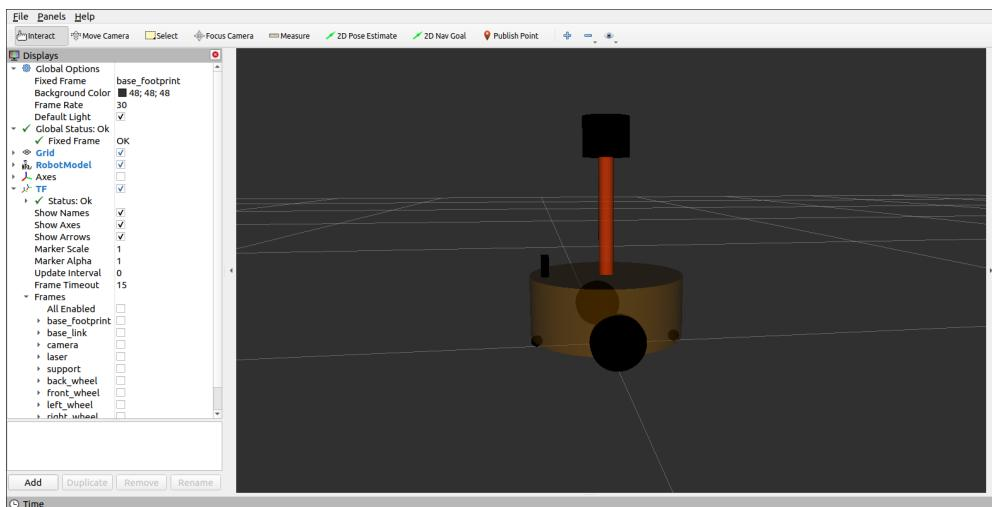
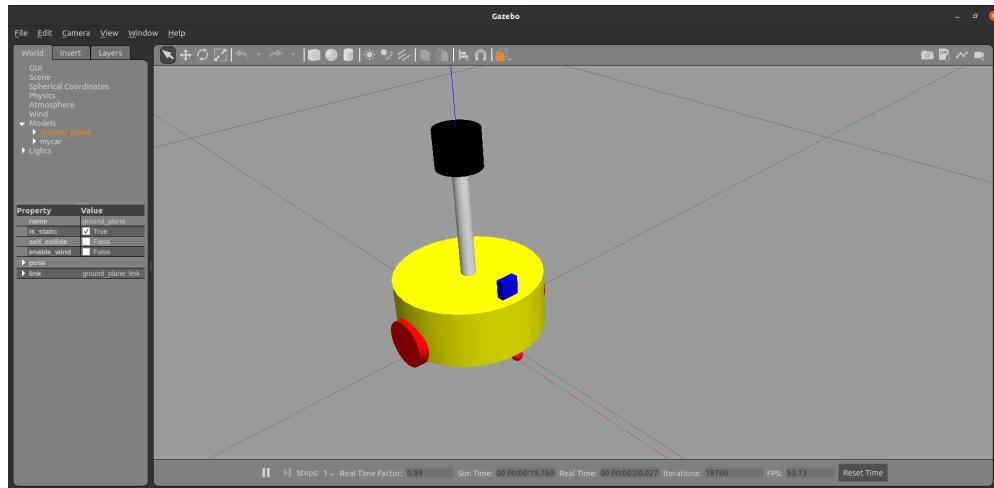

图 6.1: 创建机器人模型
图 6.2: 显示机器人模型
1. 创建并显示机器人模型, 如图 6.1 与图 6.2 所示.